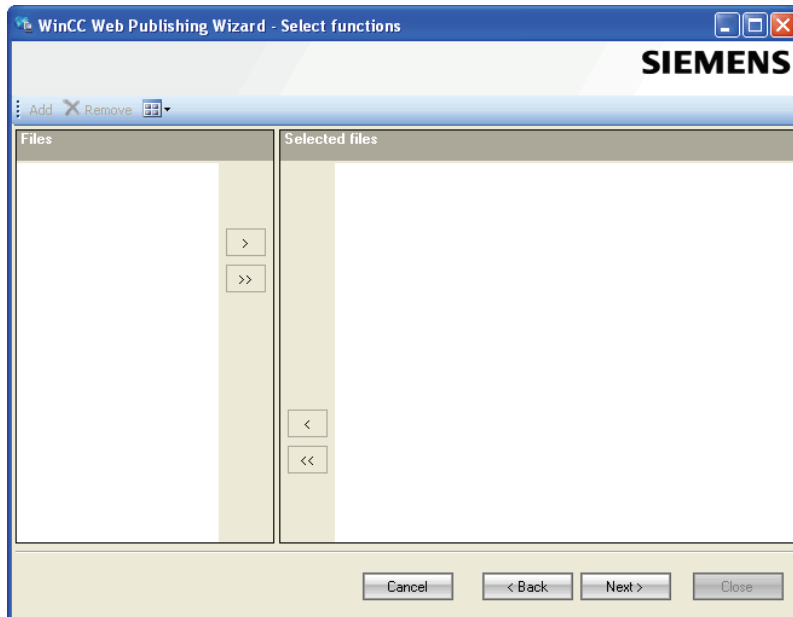

图 15-11 选择要发布的 C 函数
4) 单击“Next”按钮。将已发布画面中使用的 C 项目函数移至“Selected Files”列表。无法发布单个 VB 脚本。如图 15-11 所示。